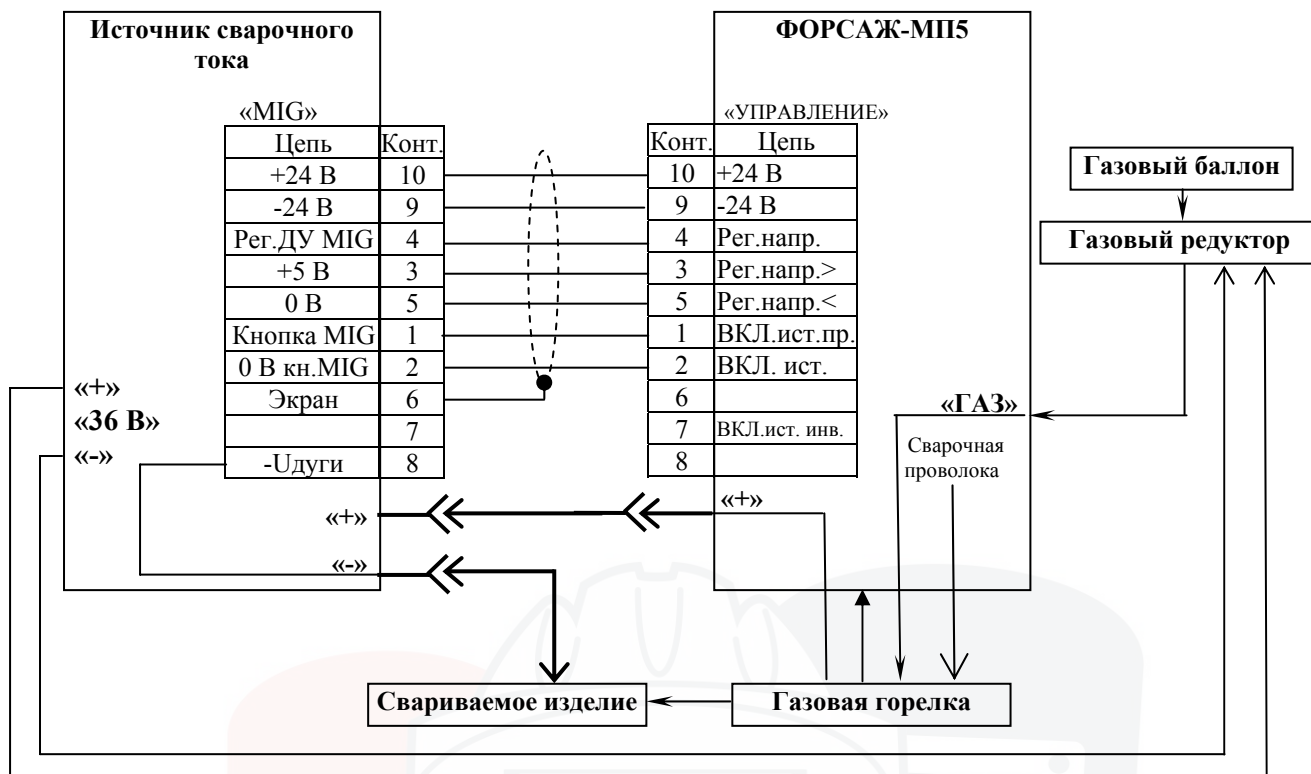

Рисунок 6.1
6.6 Подключить с помощью кабелей управления ВИАМ.685621.127 и силового ВИАМ.685634.002 соответственно соединитель управления МПП «УПРАВЛЕНИЕ» к специальному соединителю источника сварочного тока («MIG» для источников тока ФОРСАЖ) и соединитель МПП «+» - к соединителю источника сварочного тока «+», подключить кабель зажима к соединителю источника сварочного тока «-» и к свариваемому изделию, подключить газовую горелку к соединителю МПП для подключения фидера СГ, подключить ПГ, при его наличии, к гнездам подачи напряжения питания ПГ («+36 В», «-36 В» для источников тока ФОРСАЖ) (см. рисунок 6.1). Схемы кабелей подключения МПП к источнику сварочного тока приведены в приложении А.